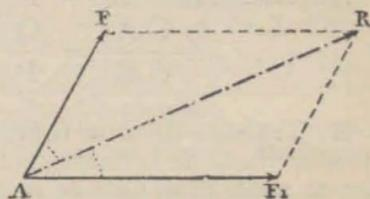

Fig. 4.
38. Fuerzas concurrentes. — La resultante de dos fuerzas concurrentes está representada por la diagonal del paralelogramo que se construye sobre esas fuerzas (fig. 4).